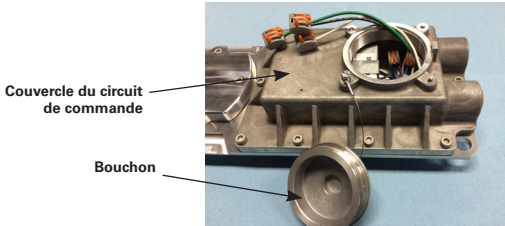

Figure 8
- Dévisser le bouchon de câbles fileté (voir la figure 8), et le laisser pendre par son cordon. Tous les composants dans le luminaire sont précâblés; ainsi, il ne reste qu’à relier la puissance d’entrée aux bornes ou fils conducteurs du luminaire selon les schémas de câblage (voir les figures 10 et 11), à l’aide de méthodes conformes aux codes applicables. Raccorder d’abord le conducteur de mise à la terre (vert) de l’équipement, puis le courant (blanc) et la tension composée (noir). Pour les applications en tension continue, raccorder le fil positif (+) au fil blanc et le fil négatif (-) au fil noir. Serrer tous les raccordements électriques. Remarque - Les ouvertures standards NPT sont de 1,9 cm (3/4 po).
- Pour le câblage d’alimentation en boucle, utiliser les deux ouvertures pour connecter plusieurs luminaires en guirlande (neuf [9] au maximum). Se reporter au schéma de câblage. Chaque jack d’entrée ne peut accueillir que trois (3) conducteurs au plus.
- Dévisser le bouchon de câbles fileté (voir la figure 8), et le laisser pendre par son cordon.
- Dévisser les dix (10) vis d'assemblage à six pans creux et rondelles de blocage du couvercle de circuit de commande à l'aide d'une clé hexagonale ou d'une mèche de 5 mm.
4. Dévisser le bouchon de câbles fileté (voir la figure 8), et le laisser pendre par son cordon.
7. Dévisser les dix (10) vis d'assemblage à six pans creux et rondelles de blocage du couvercle de circuit de commande à l'aide d'une clé hexagonale ou d'une mèche de 5 mm.